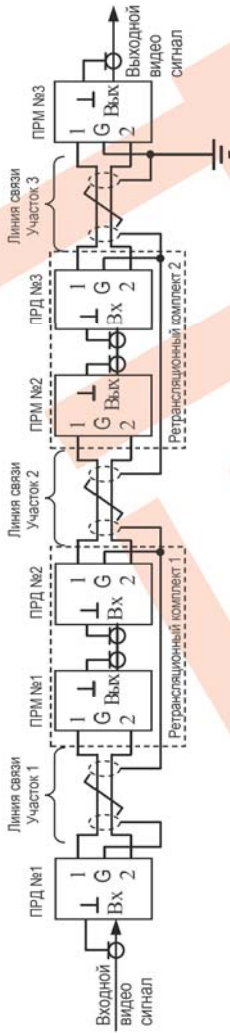
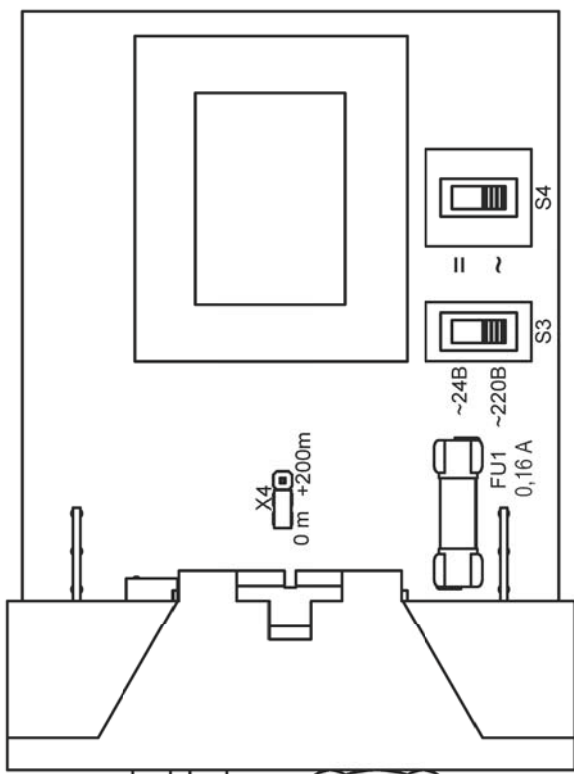

Рис.6 Схема построения линии связи с макс длиной 4,8 км, при невозможности заземления на всех передающих сторонах
Рис.1 Плата передатчика
При невозможности заземления оборудования на всех передающих сторонах используется схема включения комплектов АПВС-11, приведенная на рис.6.
При длине линии свыше 2000 м, но не более 2200 м надо на плате передатчика (рис.1) переставить перемычку X4 в положение «+200m» и нажать кнопку «+400 м», на приёмнике переключатель «ДАЛЬНОСТЬx100 м» установить в положение 20.
1. Установить требуемое напряжение питания передатчика переключателями S3 и S4, расположенными на печатной плате (рис.1). Для вскрытия передатчика, необходимо отверткой через боковые пазы отогнуть защелки корпуса и выдвинуть крышку с печатной платой.
Рис.6 Схема переключения напряжения питания передатчика переключателями S3 и S4, расположенными на печатной плате (рис.1). Для вскрытия передатчика, необходимо отверткой через боковые пазы отогнуть защелки корпуса и выдвинуть крышку с печатной платой.